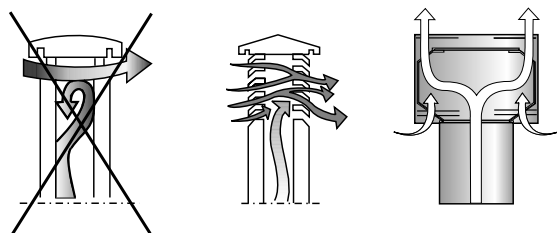

Fig. 5.2.2
- Il **COMIGNOLO** deve essere del tipo **ANTIVENTO** con sezione interna equivalente a quella della canna fumaria e sezione di passaggio dei fumi in uscita almeno **DOPPIA** di quella interna della canna fumaria (Fig. 5.2.2).
- The **CHIMNEY TOP** shall be the **WINDPROOF** type with an inside cross section equivalent to that of the flue and with a smoke outlet passage section at least **DOUBLE** the internal one of the flue (Fig. 5.2.2).